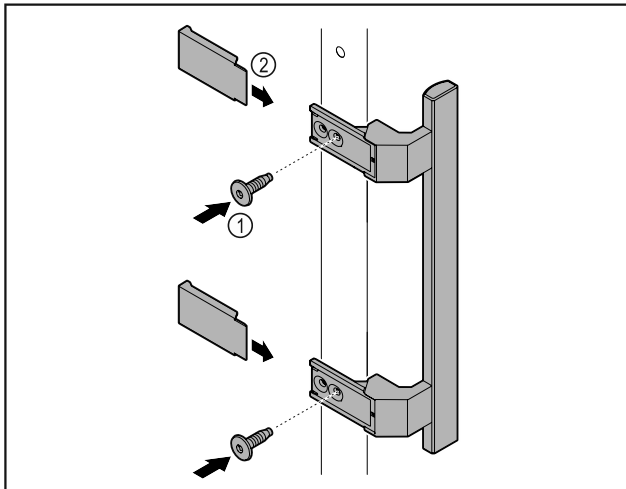

Fig. 7
- ▶ Griff aus dem Beipack mit den beiliegenden Schrauben Fig. 7 (1) an der Tür anbringen.
- ▶ Abdeckung Fig. 7 (2) aufsetzen.